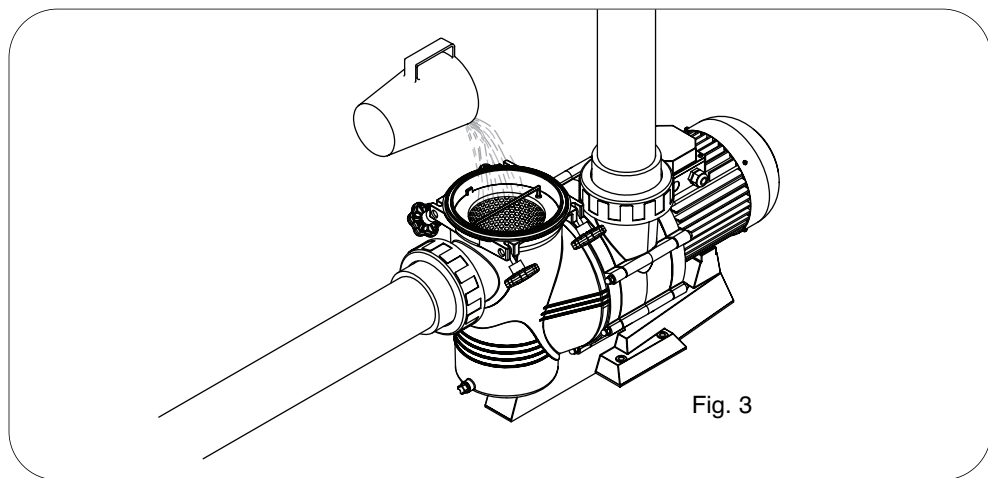

Fig. 3
- En vue du bon fonctionnement de la pompe, il doit être procédé à l'amorçage de la pompe jusqu'à ce que l'eau débouche à travers la conduite d'aspiration. (Fig.3)
- Les pompes ne doivent jamais travailler sans avoir été davantage remplis d'eau car, autrement, cela pourrait éventuellement causer des problèmes au joint mécanique et en conséquence avoir des pertes d'eau. (Fig.3)